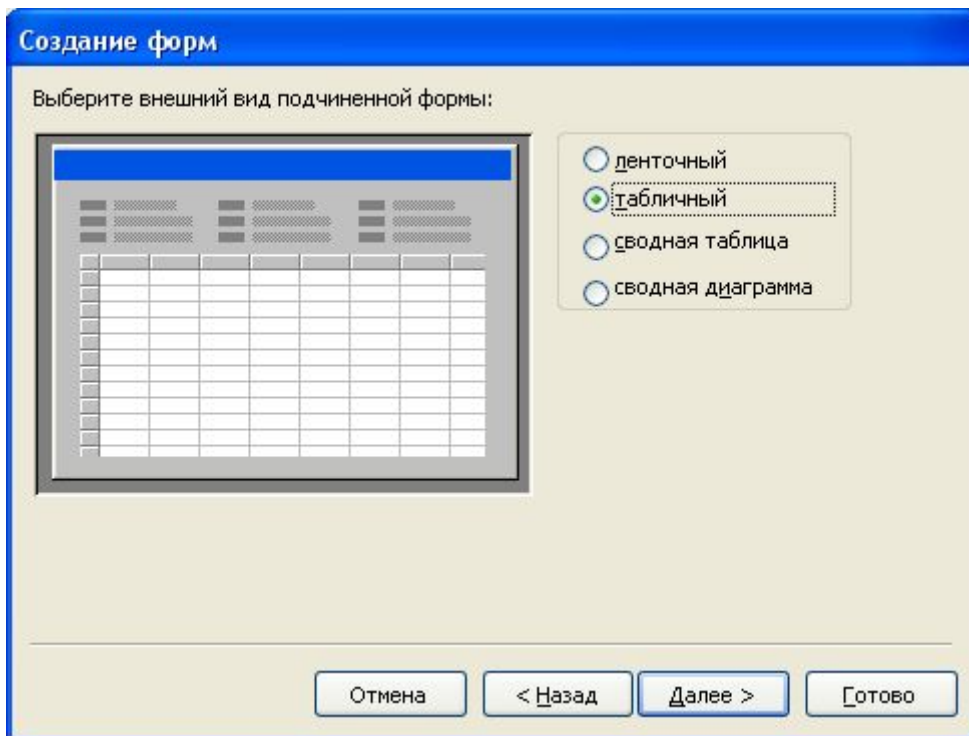

Рис. 2.16 – Вікно вибору виду підпорядкованої форми
4. Потім у вікні, що з'явиться (рис. 2.16), вибрати зовнішній вигляд підпорядкованої форми (зручніше форма таблична) і натиснути кнопку Далее .